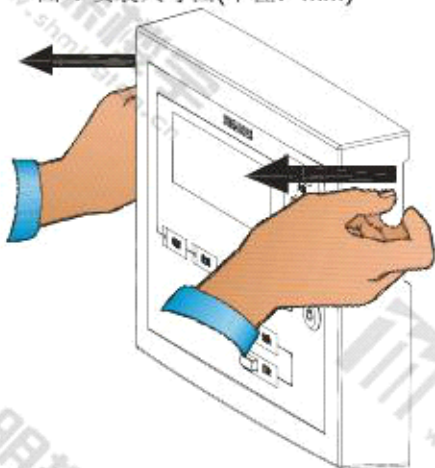

图 6
4. 将锁置于打开位置，打开前面板（图 6/7），将螺钉拧紧。